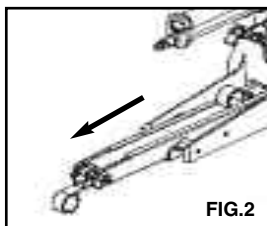

FIG.2
- A) Jale del empujador hasta el final del cargador. (Fig. 2)